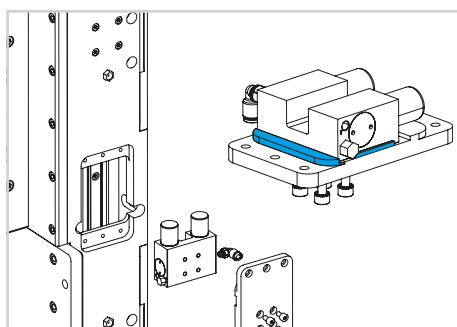

Fig. 23
- 2) Montare il dispositivo di bloccaggio/freno sulla piastra, prestando attenzione al corretto orientamento in base all'immagine. Prima di serrare completamente le viti, spingere il dispositivo di bloccaggio/freno contro i lati di riferimento sulla piastra. Montare la presa d'aria sul dispositivo di bloccaggio/freno come indicato nell'immagine (vedi Fig. 23).